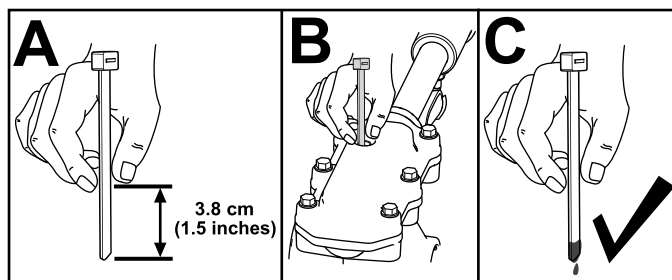

Figura 31
3. Compruebe el nivel de aceite usando un dispositivo de medición apropiado, por ejemplo una brida limpia. El aceite debe estar a unos 3.8 cm (1.5") por debajo del orificio de llenado (Figura 31).